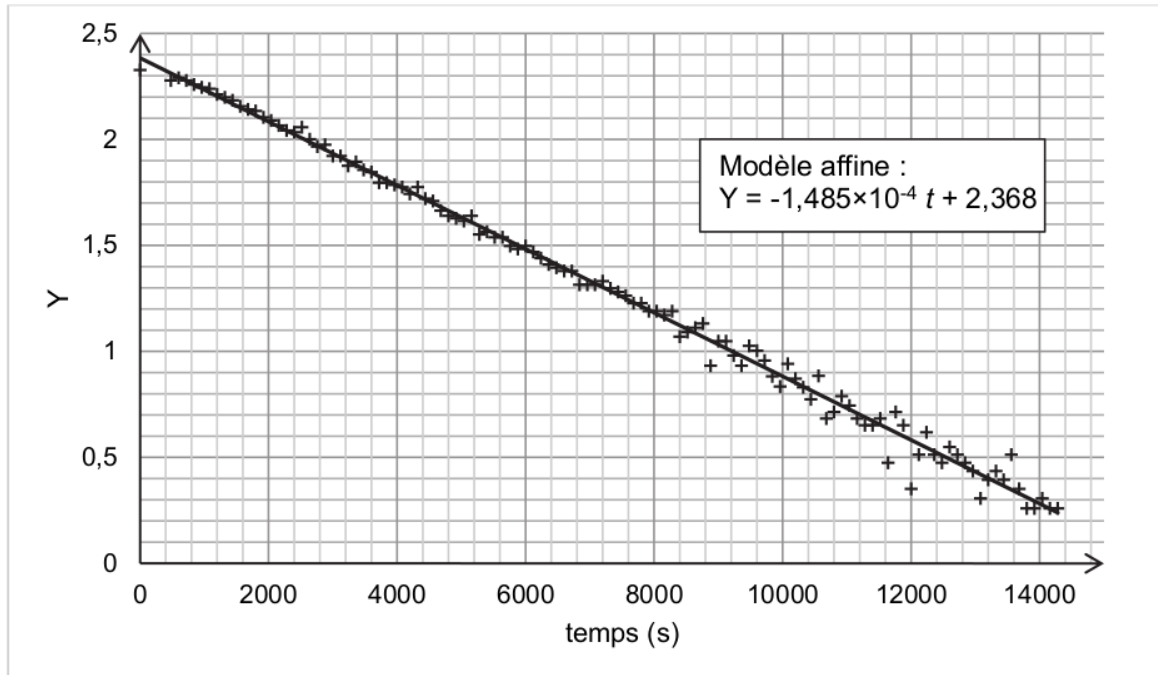

Figure 3. La représentation graphique de  $Y = \ln(\theta_{\text{air}} - \theta(t))$  en fonction du temps
La représentation graphique de  $Y = \ln(\theta_{\text{air}} - \theta(t))$  en fonction du temps est donnée sur la figure 3 page suivante, ainsi que sa modélisation par une fonction affine.
**Q4.** Montrer à l'aide de la figure 3 que l'expression (2) rend bien compte des résultats expérimentaux.
**Q5.** Effectuer à l'aide de la figure 3 une nouvelle estimation de la valeur expérimentale de  $\tau$  et comparer à celle obtenue à la question 3.